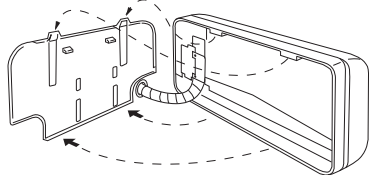

Fig. 3-61
- (2) Introduzca el cableado, los tubos de refrigerante y la manguera de drenaje por el orificio de la pared. Ajuste la unidad interior de modo que quede montada de forma segura en el panel posterior. (Fig. 3-61)